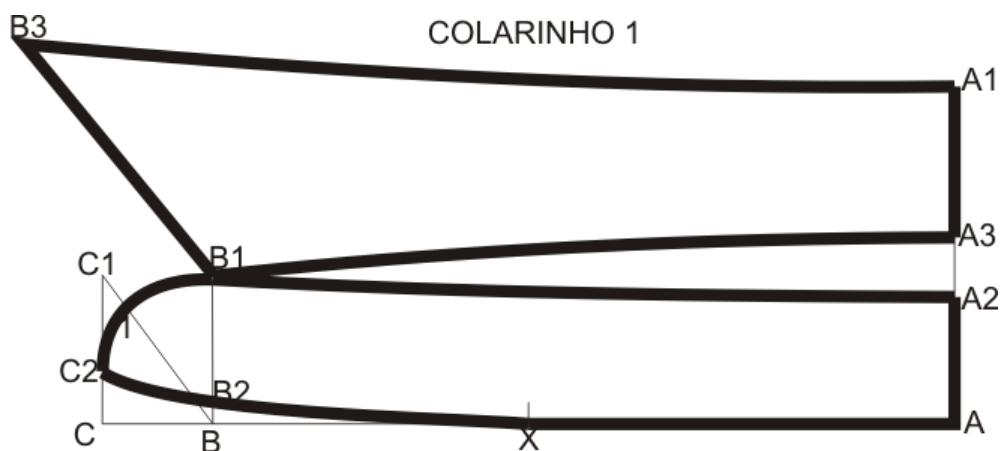

Figura 31 – Diagrama do Colarinho nº 1
14.6.3) Colarinho nº1 (FIGURA 31)